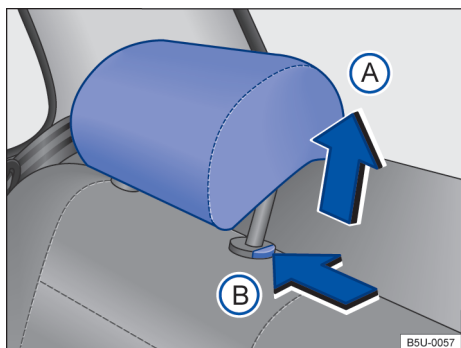

Fig. 64 Ajustar o apoio para cabeça traseiro.
- Empurrar o apoio para cabeça para cima na direção da seta → Fig. 64 (A) ou com o botão → Fig. 64 (B) pressionado, empurrar para baixo → ⚠️ em *Introdução ao tema* na página 73.